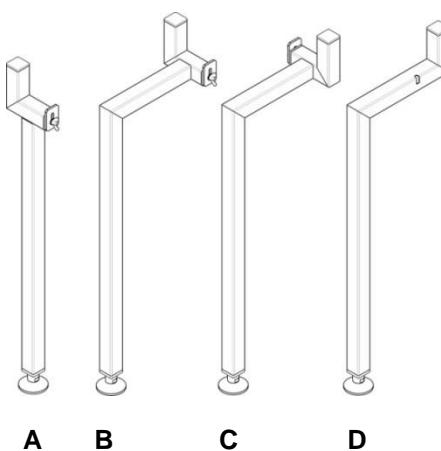

Abb. 7: Spezialfüße für breiteren Durchlass zwischen den Standfüßen
- vorne mit 2 Doppelfüssen (Abb. 7: Pos. A),
- hinten mit einem gekröpften Doppelfuß rechts (Abb. 7: Pos. B) und
- einem gekröpften Doppelfuß links (Abb. 7: Pos. C).
- hinten einen gekröpften Fuß (Abb. 7: Pos. D).